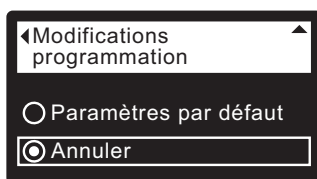

FIG. 39
1. À partir d'un écran d'état dynamique, appuyez sur le sélecteur (O) pour afficher le **Menu principal**.
3. Appuyez sur le sélecteur (O) pour afficher le menu des fonctions avancées.
5. Appuyez sur le sélecteur (O) pour afficher le menu de dépannage.
7. Appuyez sur le sélecteur (O) pour afficher le menu de modifications de la programmation (cf. Figure 39).
8. Appuyez sur le bouton de DROITE (►) : le cadenas clignotant disparaît (cf. Figure 39).
9. Appuyez sur le sélecteur (O).